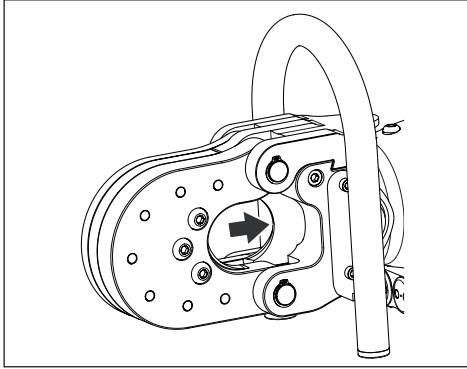

图 8，处于原位（完全缩回）位置的活塞和刀片
在切割头内放置任何材料前，务必确保活塞和移动刀片处于完全缩回的“原位”位置。参见图 8。
1. 确保柱塞处于“原位”（完全缩回）位置。参见图 8。